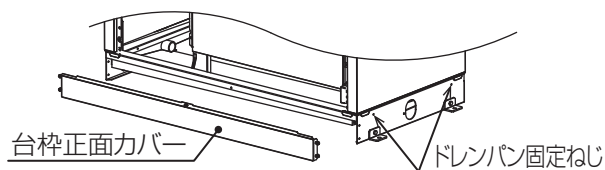

図 1
1. 台枠正面カバーを取外す。(座付ねじ：5本) [図 1]